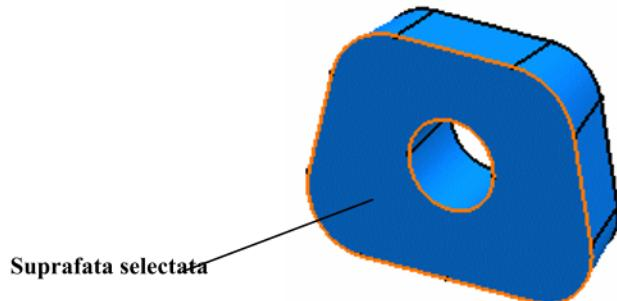

Fig.15. Selectarea bazei piesei
- Se selecteaza baza piesei (fig.15);